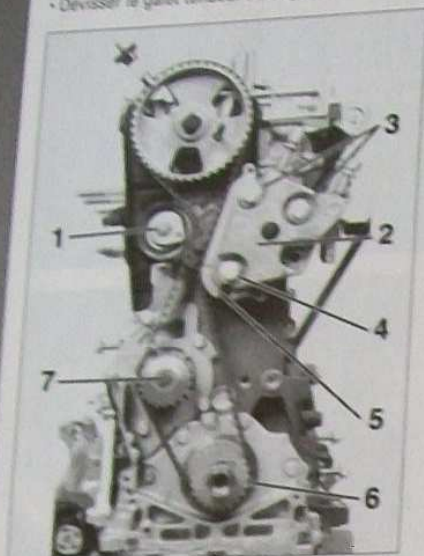

FIG. 14
- les vis (5) du carter inférieur de distribution.
- le carter inférieur de distribution (6).
- Dévisser le galet tendeur (1) (Fig.14).
- Placer la courroie de distribution sur le galet enrouleur (5) (Fig.14) puis sur la roue dentée de vilebrequin (6), sur la pompe à eau (7) et le galet tendeur (1).